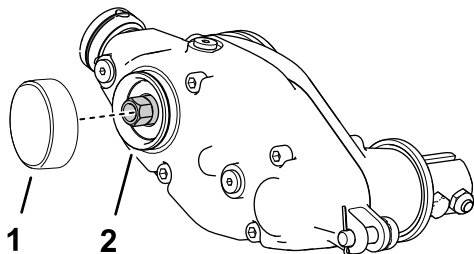

图16
1. 在卡环槽周围和外直径表面涂抹中等强度的圆柱固持胶如 Green Loctite 609®图16。
2. 如图16所示安装盖子。